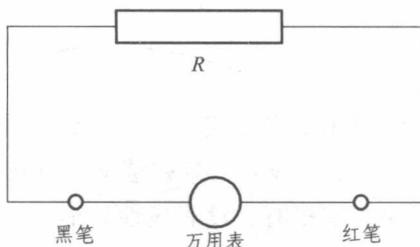

图 2.3 电阻测量电路图
- (1) 将黑表笔插入“COM”插孔，红表笔插入“V/Ω”插孔。
- (2) 将功能开关置于“Ω”量程，将测试表笔连接到待测电阻上，如图 2.3 所示。